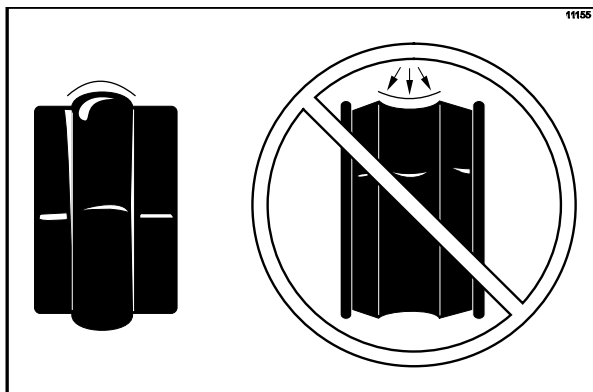

Рис. 120
**Примечание:** чтобы исключить утечку смеси через заднюю часть морозильного цилиндра, средняя часть опорного уплотнения должна быть выпуклой - выступать за пределы образующей. Если же средняя часть опорного уплотнения имеет вогнутую форму, уплотнение было вывернуто наизнанку, и ему следует придать первоначальную форму. (См. рис. 120.)